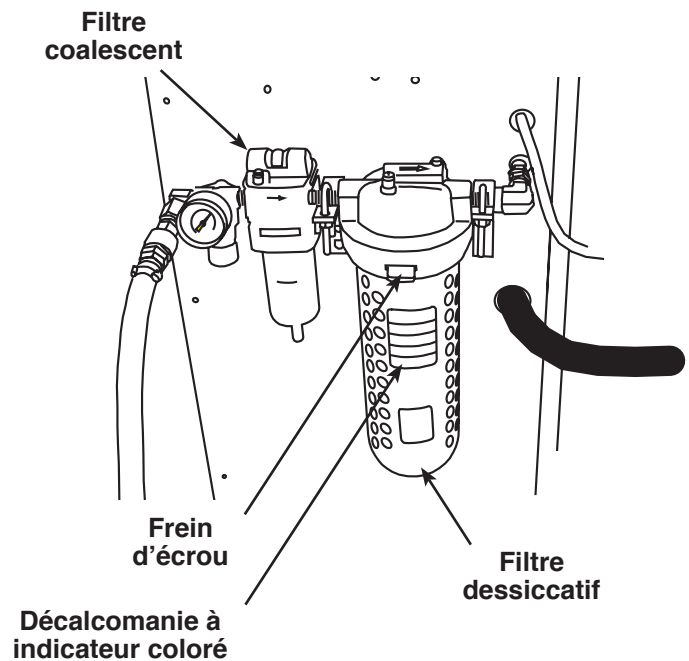

Figure 15
3. Retirez le cylindre du boîtier du dessiccateur en abaissant les attaches de verrouillage et en faisant tourner l'anneau dans le sens inverse des aiguilles d'une montre jusqu'à ce que le cylindre puisse être enfoncé. Voir la figure 15.